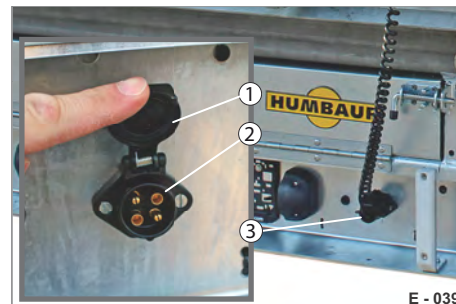

Abb. 28 Rundum-Kennleuchte einstecken
- ▶ Öffnen Sie den Deckel der Dose (Abb. 28/1) und stecken Sie den Stecker (Abb. 28/3) hinein.